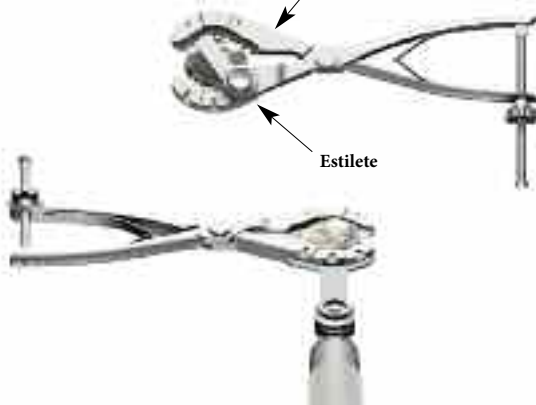

Figura 70
- ▶ Retire todos los osteofitos e inserciones sinoviales que rodean la rótula y mida el grosor con un calibre. Después de determinar la profundidad del corte con un calibre, fije el estilete en la ranura adecuada de la guía de resección rotuliana y capture la rótula con las mordazas de la guía de sierra. Con una hoja de sierra sin lateralización de 0,05 pulg. (1,27 mm), realice la resección de la rótula (**Figura 70**).